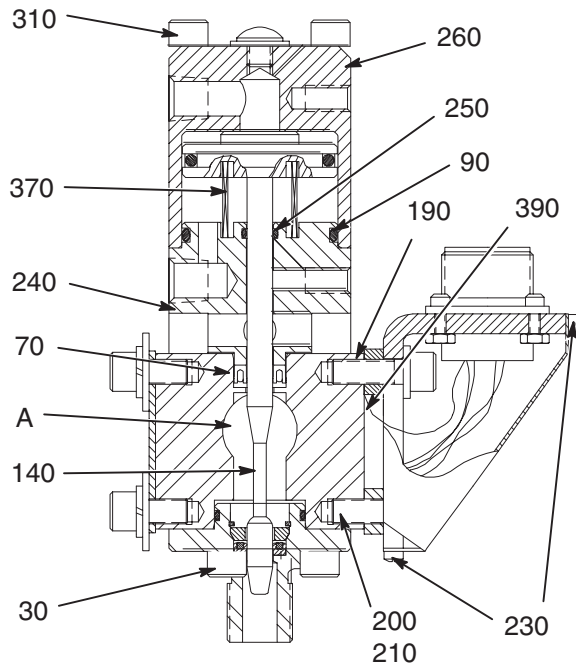
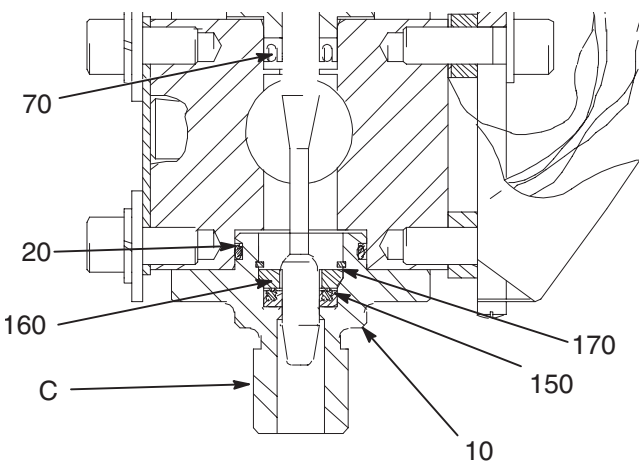

Abb. 8 **Abbildung: Snuff-Back Ventil**
Abb. 9 **Abbildung: Snuff-Back Ventil**
- a. Entfernen Sie die zwei Schrauben (230) von der Steckerabdeckung. Entfernen Sie danach die Steckerabdeckung.
- b. Entfernen Sie die zwei Innensechskantschrauben [Abb. 8, Teil (200)], die zwei Unterlegscheiben (210) und trennen Sie vorsichtig den Stecker und den Erdungsring (390) vom Extrusionsventilgehäuse. Der Heizeinsatz (270) und der Sensor (320) lösen sich dabei aus dem Extrusionsventilgehäuse (Abb. 14).
4. Entfernen Sie die vier Innensechskantschrauben (310) und ziehen Sie die Zylinderkappe (260) und das Zylindergehäuse (240) vom Extrusionsventilgehäuse (190) ab. Die Nadel und der Kolben verbleiben bei der Kappe und dem Gehäuse.
6. Entfernen Sie die Nadel entweder von der Kappe oder vom Gehäuse (hängt davon ab, an welchem Teil die Nadel anhaftet). Wenn die Nadel vom Gehäuse getrennt wird, fällt die Verschlussfeder (370) heraus.
7. Entfernen Sie die Dichtung (70) des Extrusionsventilgehäuses mit einem O-Ring-Haken.
8. Adaptergruppe zerlegen (Abb. 9):
- a. Schrauben Sie den Düsenadapter (C) ab.
- b. Entfernen Sie die drei Innensechskantschrauben (30 in Abb. 8).
- c. Entfernen Sie den Sitzadapter (10). Dieser enthält bei Ventilen mit Gehäusedichtung den Sitz.
- d. Entfernen Sie den Haltering (170) vom Adaptersitz (Abb. 9). Nicht bei Pistolen mit Gehäusedichtung.
- e. Entfernen Sie die Dichtung (150) und den Distanzring (160) vom Adaptersitz (Abb. 9). Nicht bei Pistolen mit Gehäusedichtung.
- f. Entfernen Sie den O-Ring (20) vom Adaptersitz.
2. Adaptergruppe zusammenbauen (Abb. 9):
- a. Fetten Sie den O-Ring (20) ein und legen Sie ihn ein.
- b. Fetten Sie die Dichtung (150) und den Distanzring (160) ein und legen Sie beide Teile ein. Achten Sie darauf, daß der Dichtungsverstärker zum Materialdruck hin gerichtet ist.
- c. Legen Sie den Haltering (170) ein.
- d. Legen Sie die Sitzhalterung (10) ein.